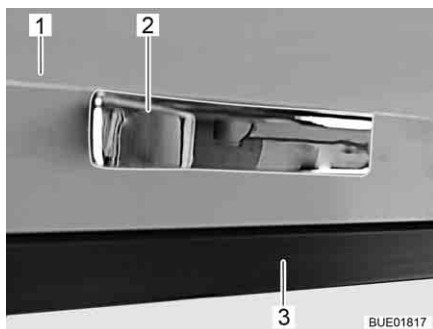

Bild 81 Skåplucka med trycklås
- Tryck på skåpluckan (Bild 81,1) vid handtaget (Bild 81,2) mot skåpkroppen (Bild 81,3). Skåpluckan är upplåst.